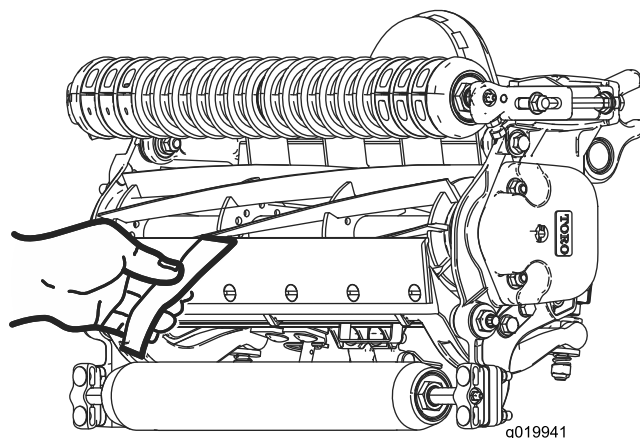

図 20
2. 切れ味確認用のペーパートロのパーツ番号 125-5610を一枚、リールと下刃との間に、下刃に対して直角になるように差し入れて、カuttingユニットの切れ味をテストする図 20。ゆっくりとリールを回転させるこれで紙が切れれば合格である。